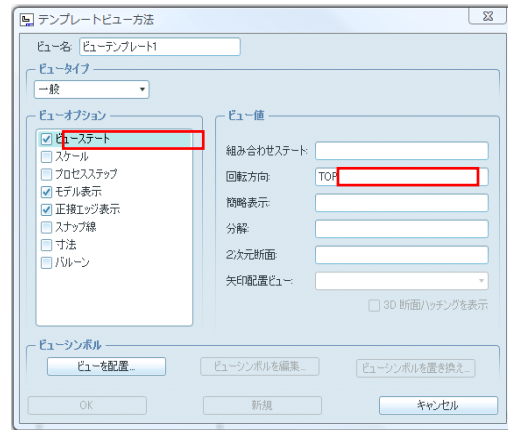

図 10-47 ビューステート
- ・「ビューステート」⇒、回転方向に「TOP」(図 10-47)。